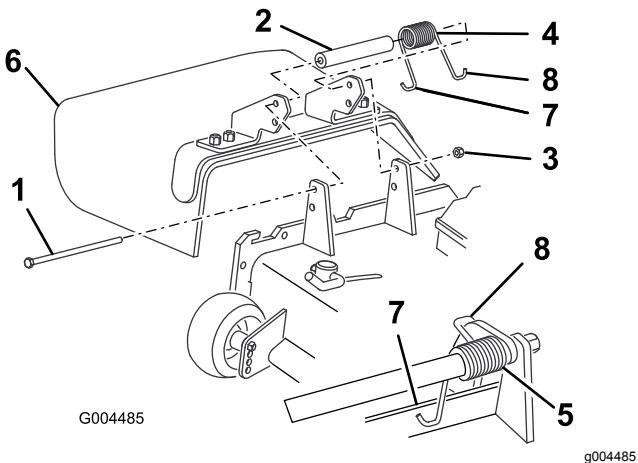

Bild 36
1. Entfernen Sie die Sicherungsmutter, Schraube, Feder und das Distanzstück, mit denen das Ablenkblech an den Drehhalterungen befestigt ist (Bild 36). Entfernen Sie defekte oder abgenutzte Ablenkbleche.
**Hinweis:** Stellen Sie sicher, dass sich das L-Ende der Feder hinter der Mähwerkskante befindet, bevor Sie die Schraube einsetzen, wie in Bild 36 dargestellt.
3. Setzen Sie die Schraube und Mutter ein. Führen Sie das J-förmige Hakenende der Feder um das Ablenkblech (Bild 36).